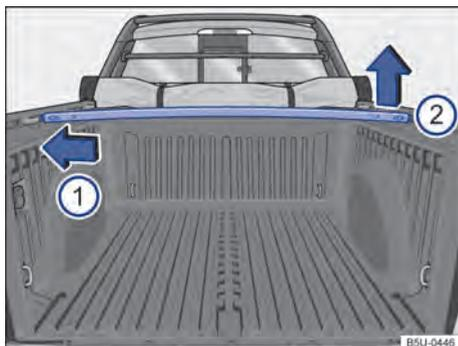

Fig. 53 Travessas no compartimento de carga: remover e instalar.
- Para remover, pressionar a travessa do lado esquerdo no sentido da seta → Fig. 53 ① e retirar a travessa do alojamento pelo lado direito ②.